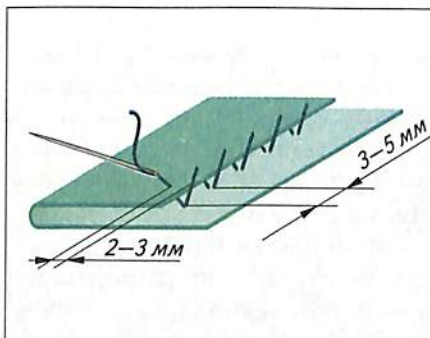

Рис. 50. Подшивание косыми стежками
*Косыми стежками* также можно подшивать как подогнутый, так и обмётанный край детали. Строчку прокладывают справа налево. Иглу вводят в ткань на расстоянии 2-3 мм от обрабатываемого среза (сгиба). Одним движением иглы прокалывают основную деталь на половину толщины ткани, а подогнутый срез — на всю толщину ткани. Затем вытягивают нить и второй стежок выполняют так же, отступив от первого на 3-5 мм (рис. 50).